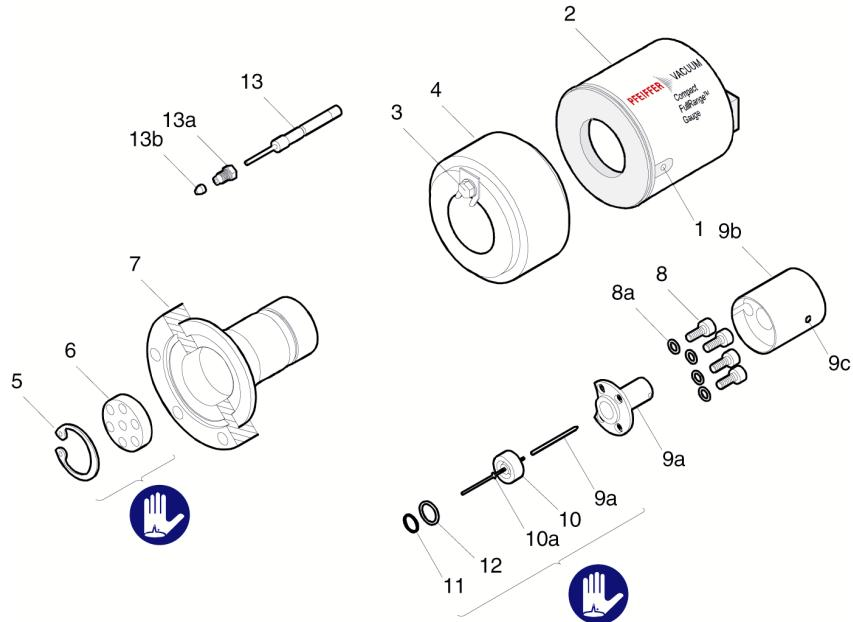

図 2
- エレクトロニクスユニット(2)の側の六角形のソケットセットネジ(1)を緩めます (→図 2)。
- イグニッションエイド(10a)を取り付け工具で外します(→図2)。